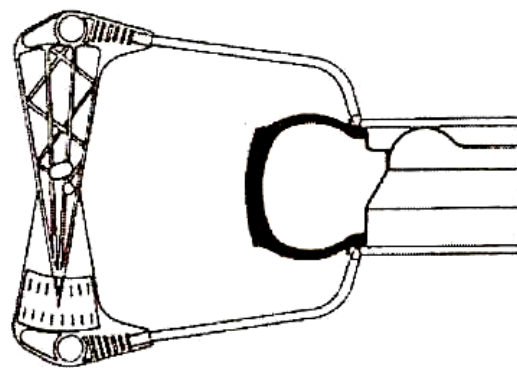

Рис. 10.
3) При помощи другого измерителя измерить ширину шины (см. рис. 10) и с помощью кнопок "▲▼" и "▶◀" уменьшить или увеличить цифру на экране таким образом, чтобы она соответствовала показаниям измерителя.